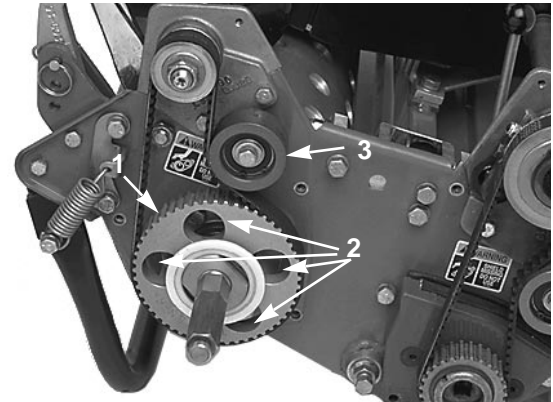

Bild 3
6. Die Antriebslaufscheibe soweit drehen, bis die Löcher mit den (4) Rollenlager-Flanschschrauben (Bild 3) abgestimmt sind.